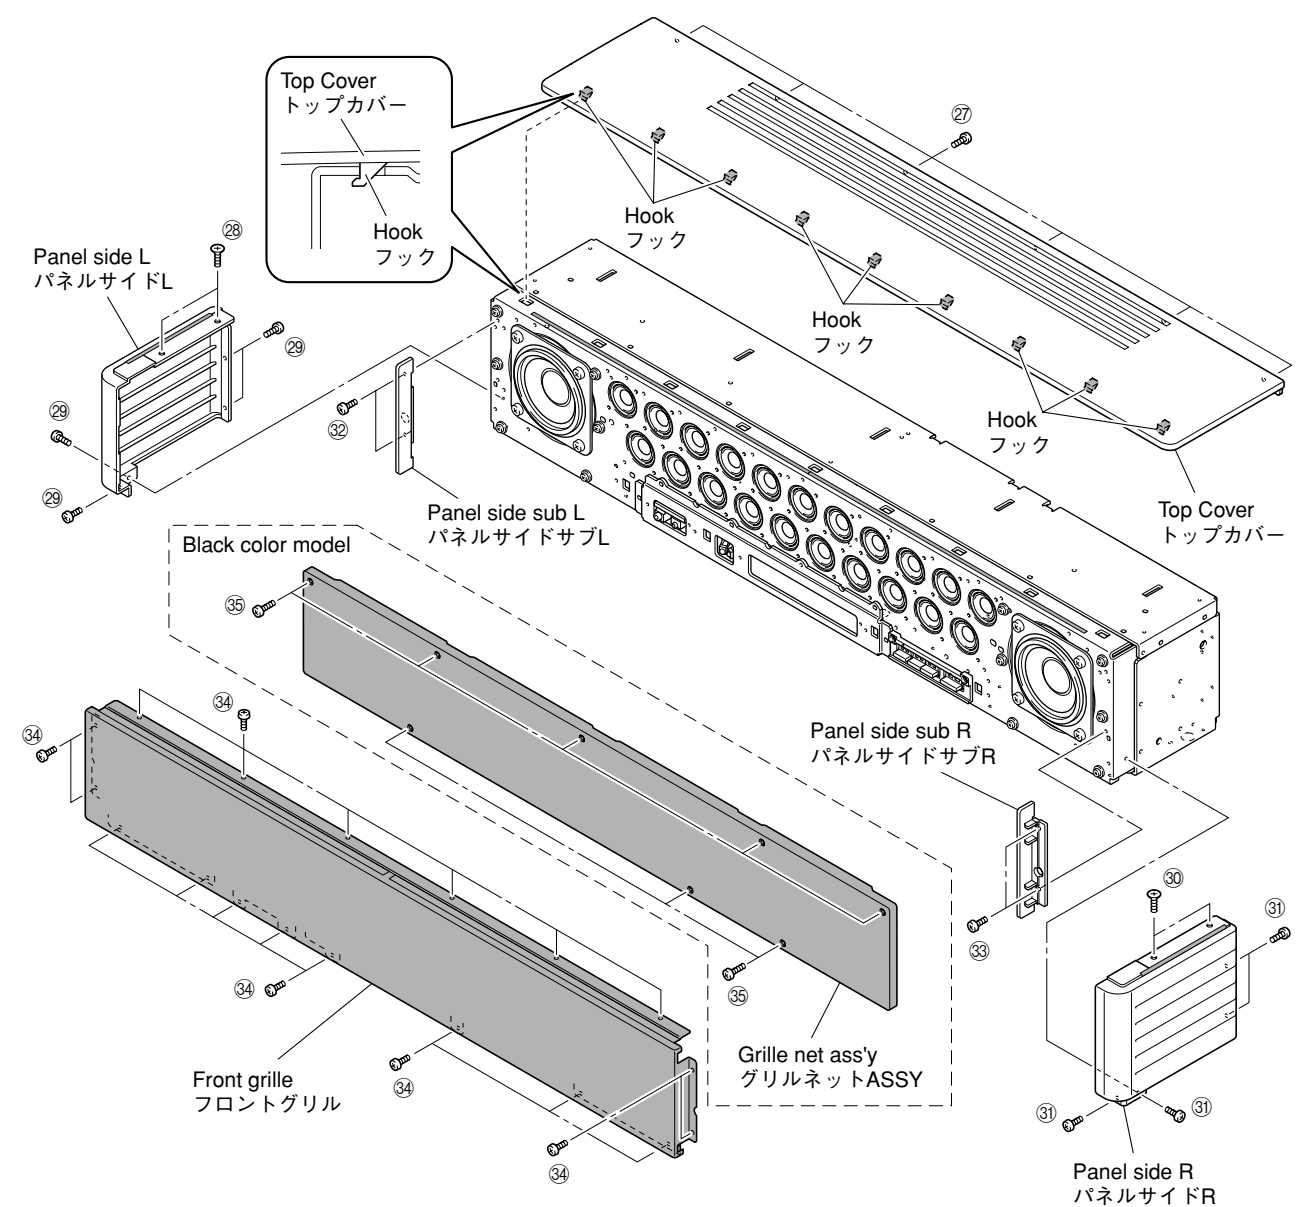

Fig. 9
- Remove 6 screws (27). (Fig. 9)
- Lift up the rear of the top cover a little and after removing 9 hooks, remove it rearward. (Fig. 9)
- * To install the top cover, be sure to install 9 hooks at the front first and then install screws. (Fig. 9)
- Remove 2 screws (28), 4 screws (29) and then remove panel side L. (Fig. 9)
- 27のネジ6本を外します。(Fig. 9)
- トップカバーの後ろを少し持ち上げ、フック9ヶ所を外し、後方へ取り外します。(Fig. 9)
- * トップカバーを取り付ける場合は、必ず前のフック9ヶ所から取り付け、次にネジを取り付けてください。(Fig. 9)
- 28のネジ2本、29のネジ4本を外し、パネルサイドLを取り外します。(Fig. 9)
- Remove 2 screws (30), 4 screws (31) and then remove panel side R. (Fig. 9)
- Remove 2 screws (32) and then remove panel side sub L. (Fig. 9)
- Remove 2 screws (33) and then remove panel side sub R. (Fig. 9)
- Remove 18 screws (34) and then remove front grille ass'y. (Fig. 9)
- 30のネジ2本、31のネジ4本を外し、パネルサイドRを取り外します。(Fig. 9)
- 32のネジ2本を外し、パネルサイドサブLを取り外します。(Fig. 9)
- 33のネジ2本を外し、パネルサイドサブRを取り外します。(Fig. 9)
- 34のネジ18本を外し、フロントグリルを取り外します。(Fig. 9)
- Remove 8 screws (35). (Fig. 9)
- Remove grille net ass'y. (Fig. 9)
- 35のネジ8本を外します。(Fig. 9)
- グリルネットASSYを取り外します。(Fig. 9)